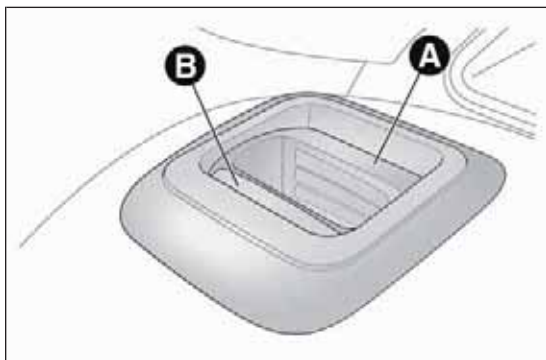

РИС. 92
**ПРЕДУПРЕЖДЕНИЕ** При правильной блокировке механизма спинки красная полоса В РИС. 92 около рычажков А сложения спинки исчезает. Наличие видимой красной полосы указывает на то, что механизм блокировки спинки сиденья не сработал.
*Проверьте, чтобы спинка была правильно закреплена с обеих сторон (красные полосы В РИС. 92 не видны), чтобы в случае резкого торможения она не могла быть отброшена вперед и не могла нанести пассажирам повреждения.*